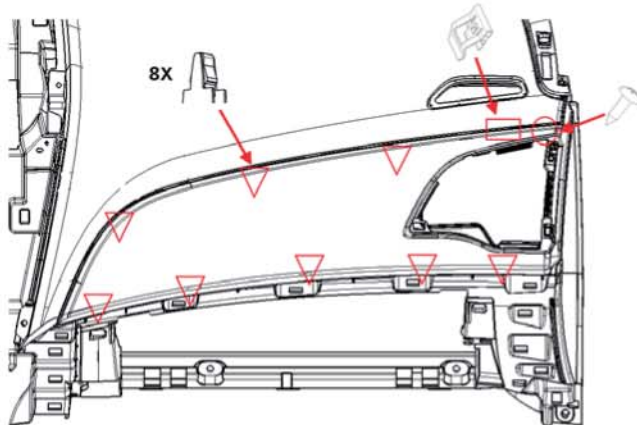

图1-1-22-1 右饰板安装点示意图
- (1) 首先按照图1-1-22-1所示将所有相关的螺钉和螺栓等紧固件拆除；
- (2) 然后将仪表板线束所有相关接插件拆除，即可取下仪表板上本体总成
- (1) 首先将所有的电器接插件连接好，然后将仪表板上本体总成前端的3个限位插脚对准前舱相应的安装孔并将仪表板向前推动使其插入；
- (2) 按照图1-1-22-1所示将所有的螺钉和螺栓等紧固件安装打紧即可。